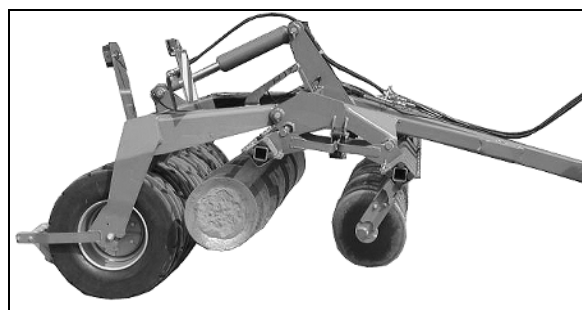

Fig. 29
- Løft begge tallerkenrækker helt op (Fig. 29).